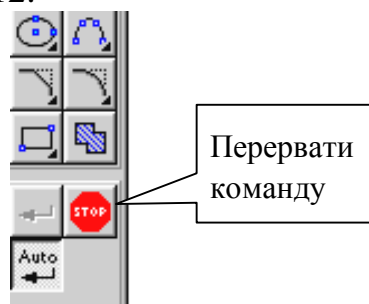
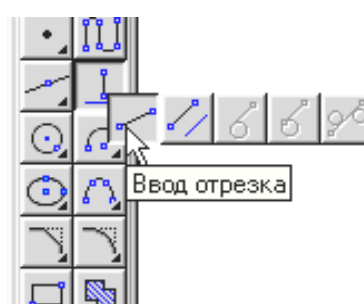
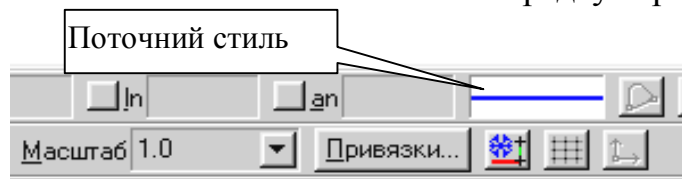

Рис. 13.
Рис. 14.
Рис. 15.
10. Клацніть мишею в будь-якій точці відрізка $p_1 - p_2$. Потім клацніть в точках p_3 і p_4 – система побудувала відрізок $p_3 - p_4$, перпендикулярний відрізку $p_1 - p_2$. Клацніть мишею на кнопці *Перервати команду*, рис. 13.
11. Побудуйте відрізок $p_1 - p_3$ штриховою лінією. Для цього скористайтеся *Панеллю розширених команд*. Натисніть на кнопку перпендикулярний відрізок і не відпускайте кнопку миші. При цьому розкриється відповідна *Панель розширених команд*. Не відпускаючи ліву кнопку миші, помістіть курсор на кнопку Введення відрізка і відпустіть кнопку миші, рис. 14.
12. Клацніть мишею на полі *Поточний стиль* на рядку параметрів, рис. 15.
Послідовно клацніть в точках p_1 і p_3 – система побудувала відрізок через дві зазначені точки. Клацніть мишею на кнопці *Перервати команду*, рис. 13.
режим побудови відрізка, рис. 14. Клацніть мишею на полі *Поточний стиль* на рядку параметрів (Рис. 15) і виберіть стиль лінії *Основна*. Послідовно клацніть в точках p_2 і p_3 – система побудувала відрізок через дві зазначені точки. Клацніть мишею на кнопці *Перервати команду*, рис. 13.
2. Увімкніть *Num Lock*. Активізуйте команду *Введення відрізка* (рис. 10), виберіть поточний стиль *Тонка* (рис. 15) і проведіть дві осі: вертикальну (вісь y) і горизонтальну (вісь x).
4. Встановіть точку p1 в початок координат, для цього натисніть [Ctrl] + [0], [Enter]. Встановіть точку p2 (5, 10). Для цього активізуйте поле координати X (впр. 4 п. 9), введіть значення 5, в поле координати Y введіть значення 10. Таким чином, встановіть всі інші точки. Після введення останньої точки клацніть мишею на кнопках *Створити об'єкт* (рис. 17) і *Перервати команду* (рис. 13).